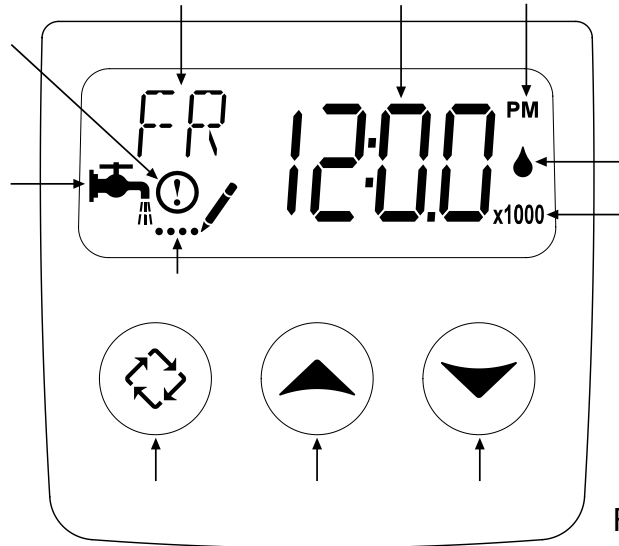

Figure 4
9. Brancher le transformateur de 24-volt dans une prise de 120 VAC 60 Hz. Cette soupape a quatre positions: 1) Brine/slow rinse 2) Backwash 3) Rapid Rinse et 4) Brine Refill. Lorsque la valve est en position de 'Service' le bouton de cycle supplémentaire (bouton situé à la gauche voir figure 4) doit être pressé et retenu pendant 5 secondes pour faire avancer la soupape en Position 1 - Brine/ slow rinse (1...59). Appuyer de nouveau sur le bouton du cycle supplémentaire pour faire avancer la soupape en Position 2 - Backwash (2...9). Lentement ouvrir l'alimentation d'eau pour que l'appareil fasse son contrecourant ce qui éliminera l'air du réservoir et nettoiera le système.
**Procédure de Désinfection Optionnelle:** Il est recommandé que tous nouveaux conditionneurs d'eau soient désinfectés avant le démarrage. Cette procédure est atteinte en utilisant du chlore durant le cycle de régénération de l'adoucisseur. Une solution liquide de 5.25% d'hypochlorite de sodium (mieux connu sous le terme eau de javel) est recommandé comme désinfectant approprié. N'utiliser que des produits inodores. Pour chaque pied cube de résine verser environ deux (2) cuillérées à table d'hypochlorite de sodium à l'intérieur du tube de puits de saumure. Appuyer et maintenir le bouton EXTRA CYCLE pour permettre au réservoir de saumure de se remplir du standard d'eau requise. Appuyer de nouveau le bouton EXTRA CYCLE à deux reprises pour faire avancer la soupape à l'étape Brine/Rinse. Permettre à l'adoucisseur de compléter son étape Brine/Rinse puis appuyer le bouton EXTRA CYCLE trois fois de plus pour vous rendre en position de service.